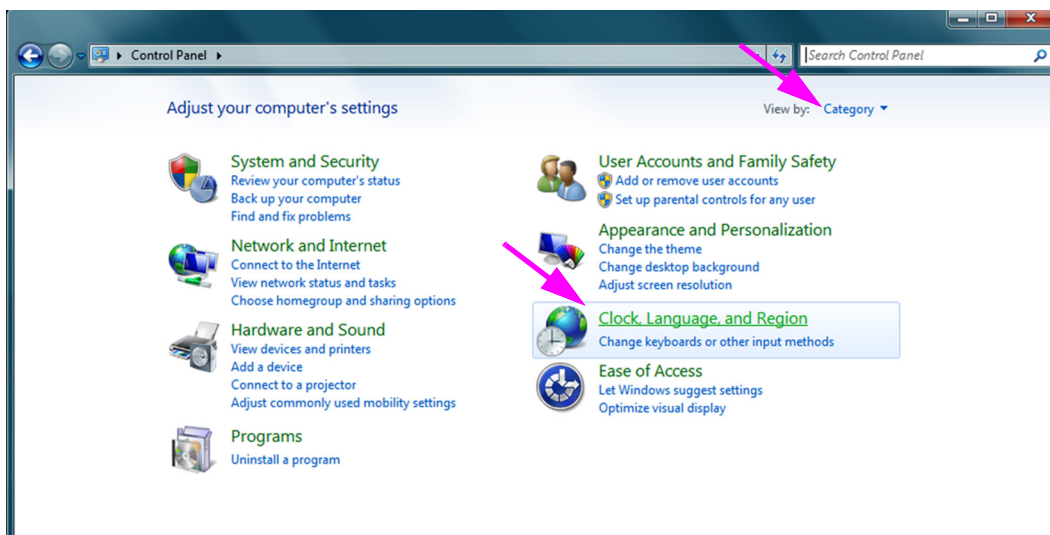

Figura C-1. Finestra Control Panel (Pannello di controllo)
3. Aprire Control Panel (Pannello di controllo). Verificare che View by: (Visualizza per:) sia impostato su **Category (Categoria)** e quindi fare clic su **Clock, Language, and Region (Orologio, lingua e impostazioni internazionali)** (vedere la Figura C-1).